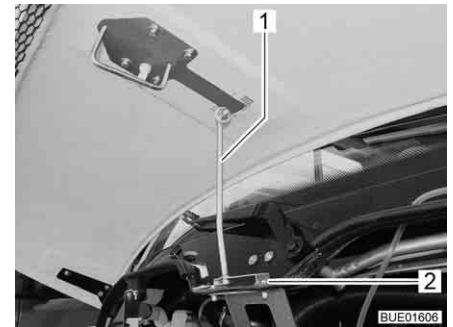

Bild 41 Stütze Motorhaube (Viseo)
- Stütze (Bild 41,1) ausklappen und in die Aufnahme (Bild 41,2) einhängen.